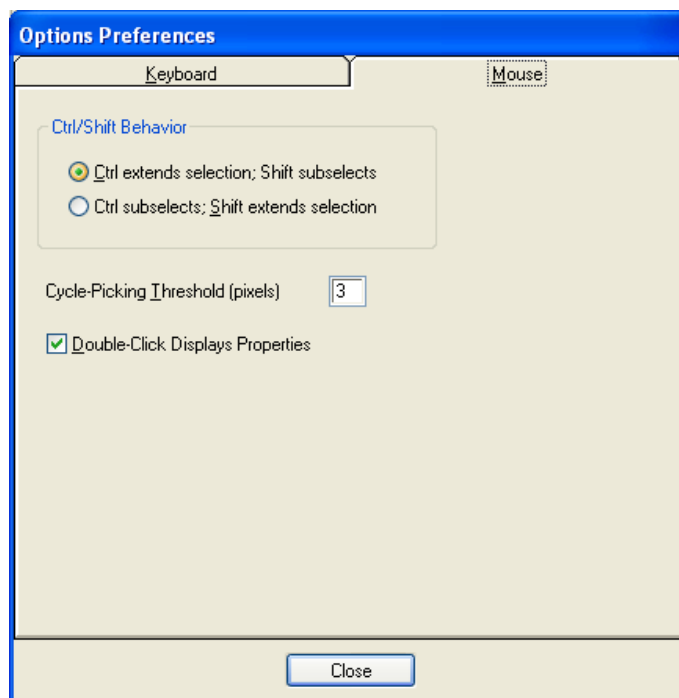

Рисунок 4.12 - Настройка мыши.
- На второй закладке панели **Options Preferences** производится настройка клавиш мыши (рис. 4.12). Группа параметров **CTRL/SHIFT Behavior** задает поведение системы при щелчках левой кнопкой мыши при нажатых клавишах **CTRL** или **SHIFT**. При установке первого флажка щелчки левой кнопкой мыши при нажатой клавише **CTRL** позволяют добавлять объекты к выделяемому набору. При нажатой клавише **SHIFT** по щелчку левой кнопкой мыши возможен доступ к внутренним параметрам компонента (позиционному обозначению,